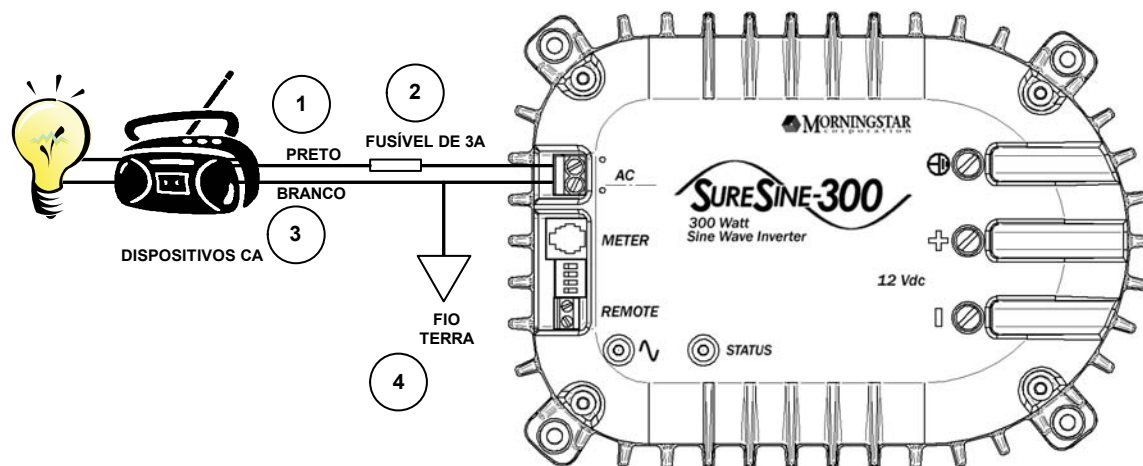

Figura 3 – Diagrama da rede CA
Não são fornecidos cabos de alimentação CA. Use o fio de cor apropriada para cada conexão CA, conforme mostrado na figura 3.
1. Utilize um fio preto 12 AWG (4 mm²) listado pelo UL para conectar a cargas CA ou ao painel de distribuição, como mostrado na figura 3.
2. Insira um fusível de 3A no fio da linha CA como mostrado na figura 3.